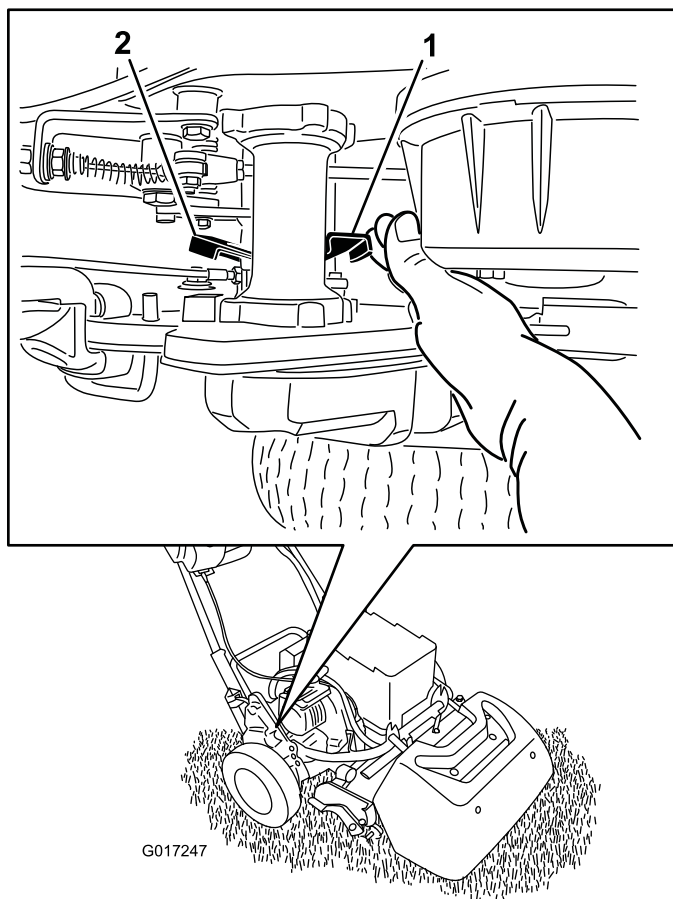

Рисунок 36
1. В правом заднем углу машины найдите рядом с барабаном корпуса привода рычаг включения/выключения тягового привода (Рисунок 36).